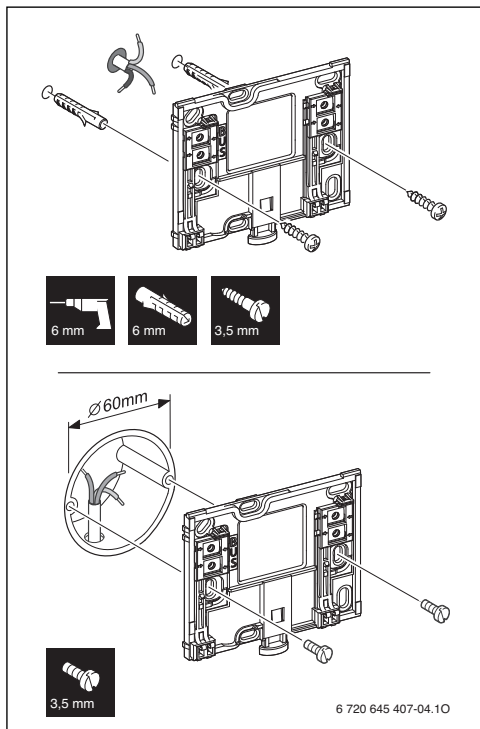

Рис. 3 Установка цоколя
- ▶ Установите цоколь на стену (→ рис. 3).